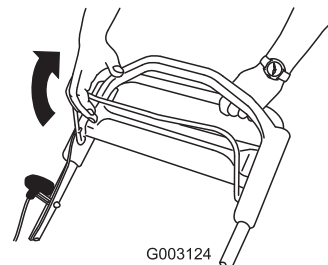

Figure 23
2. Serrez la barre de commande de la lame contre le guidon (Figure 23).